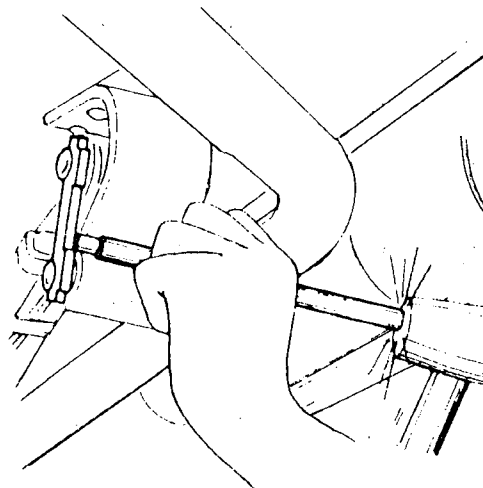

Fig. 4
- f) Remove the shackles (fig. 4).